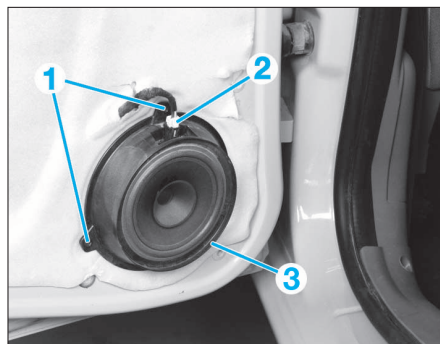

FIG. 82
- Déposer les vis (1) et la prise (2) du haut-parleur (3) (Fig.82).